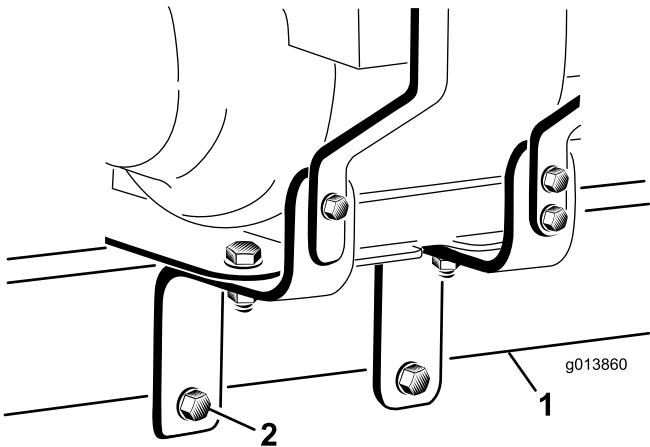

図 7
20. エンジン取り付けブラケットの穴にボルト2本 ($1/2 \times 5$ in) を通す；エンジン取り付けブラケットの各外側面に平ワッシャが1枚当たるように、また、各ボルトがプロパスのヒッチチューブの底を貫通するように取り付けること。ナット2個 (1/2 in) を手締めする（図 7）。